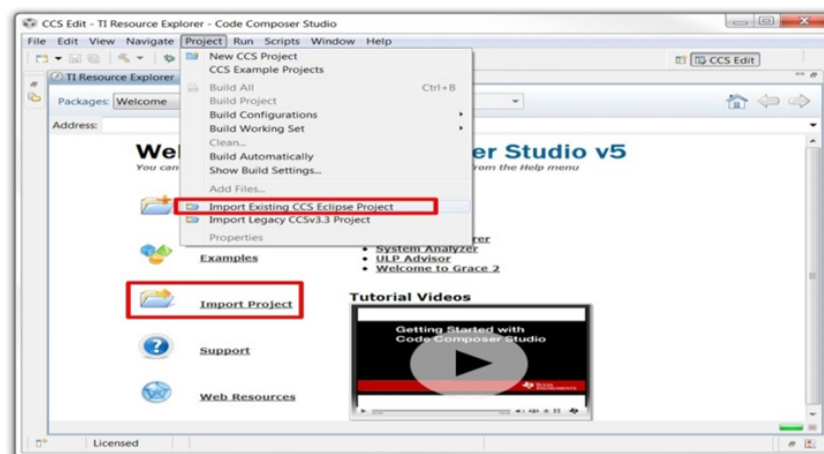

図 23. 既存のプロジェクトのインポート
Step 4. Welcomeメニューで *Import Project* を選択するか、または *Project*メニューから *Import Existing CCS Eclipse Project* を選択することで、プロジェクトをインポートします (図 23を参照)。